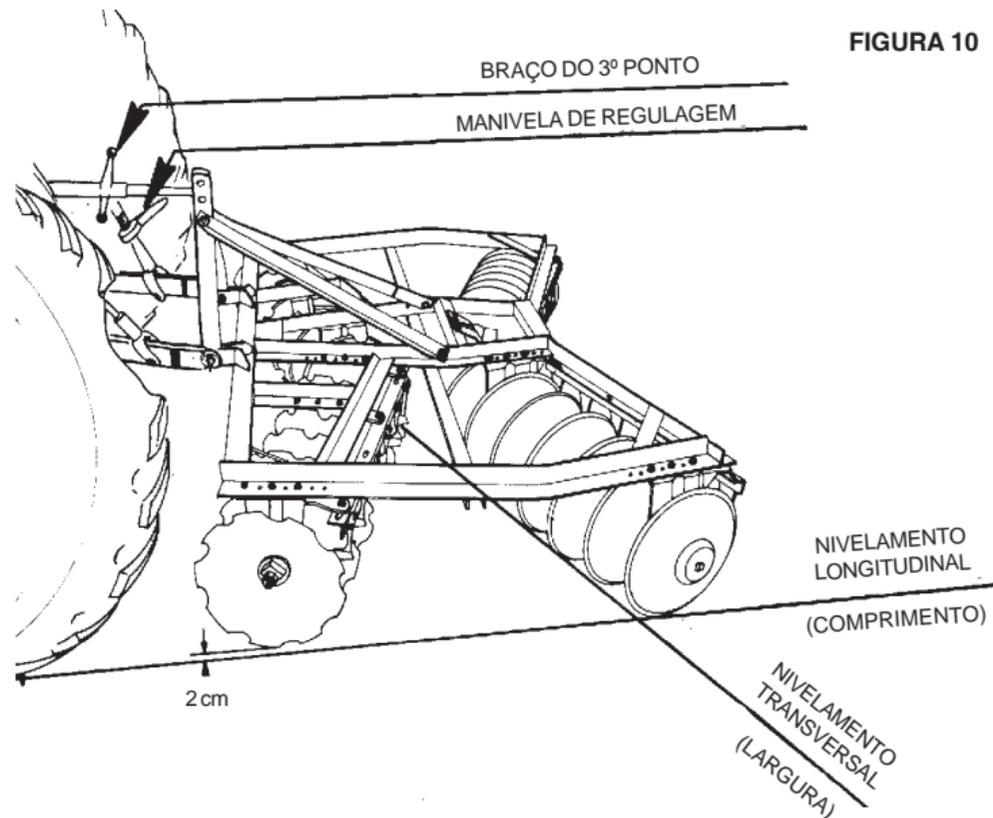

FIGURA 10
- O trator deve estar em local plano; em seguida nivelar a grade no sentido transversal (largura) através da manivela do braço inferior direito do engate hidráulico conforme figura 10.
- O nivelamento longitudinal (comprimento) é feito através do braço do 3º ponto. Observar que os discos dianteiros da grade devem ficar aproximadamente 2 cm acima do nível do solo, conforme figura 10.